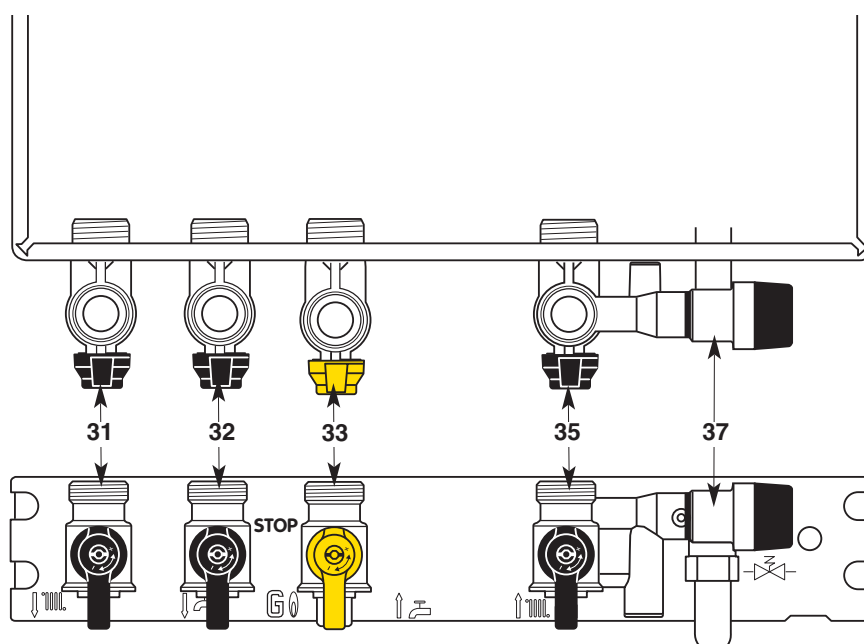

Fig. 22 - Vues de dessus et de face
Barrette robinetterie (fig. 22)
3. Ouvrez l'arrivée du gaz, robinet gaz **33** (fig. 22), sur la position «  ».
- Coupez l'arrivée du gaz en tournant le robinet **33** (fig. 22), sur la position «STOP».
*chauffage **31** (fig. 22).*